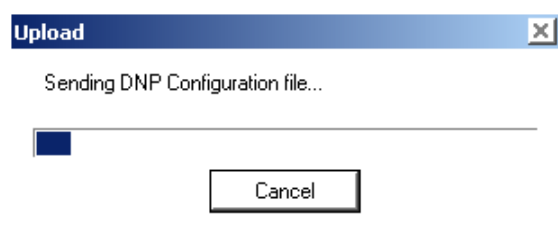

Figura 1-5 Pantalla de estado del archivo de configuración de envío DNP
- b. Seleccione el archive de a ser enviado al control, después seleccione **Open**. IPScm iniciará la transferencia de archivo como se indica en la pantalla de dialogo "Upload" (Figura 1-5), seguida por una pantalla de confirmación "Archivo DNP enviado con éxito".